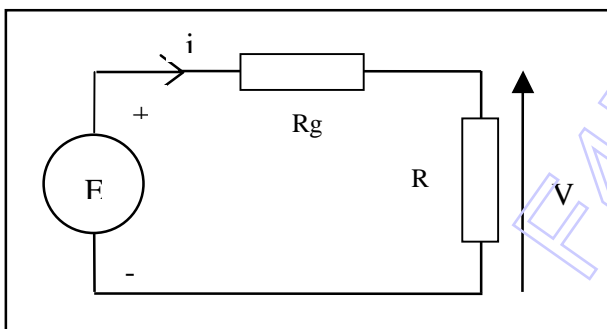

Figure 5
- Lorsqu'une pile est usagée mais pas complètement détruite il est préférable d'utiliser un voltmètre analogique. Sur la *Figure 5*, E représente la tension à vide (générateur de Thévenin) alors que Rg représente la résistance interne qui augmente lorsque la pile est usagée. Si l'on effectue la mesure avec un voltmètre numérique qui ne consomme pas de courant on conclura que la pile est neuve. A l'inverse, la même mesure faite avec un appareil analogique nous permettra de conclure que la pile est usagée. C'est évidemment la deuxième mesure qui permettra de juger de l'état de la pile.
Pour pouvoir faire cette mesure (cas simple, *Figure 5*) il faut qu'il y ait dans le circuit une résistance qui se situe sur le chemin de la mesure et que l'opérateur connaisse la loi d'Ohm :  $VR = R * I$ .